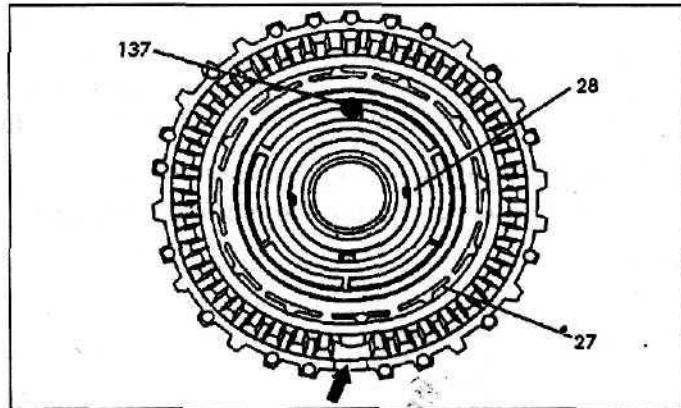

Рис. 65.
9. Установите направляющий поршень (32) во внешний барабан тормоза В2 (14a).
10. Установите поршень и фрикционные диски тормоза В2 (27) во внешний барабан (14a). Перед установкой все уплотнительные кольца следует проверить и при необходимости заменить. Правильная установка уплотнительных колец (14c), (28a) (28b) и (14d) показана на рис. 65.
11. Установите нажимное кольцо поршня (28). Клапан (137) в нажимном кольце поршня должен быть расположен сверху (рис. 65 (см. выше)).
12. Установите тарельчатую пружину (29) и упругое кольцо (30). Конусная часть тарельчатой пружины должна быть направлена в сторону упругого кольца.
13. Установите приспособление (074) на тарельчатую пружину (29) и затяните болт.
14. Установите стопорное кольцо (31).
15. Установите тарельчатую пружину (134b) и комплект фрикционных дисков (134) во внешний барабан тормоза В2. Перед установкой дисков следует измерить их толщину и проверить их состояние.